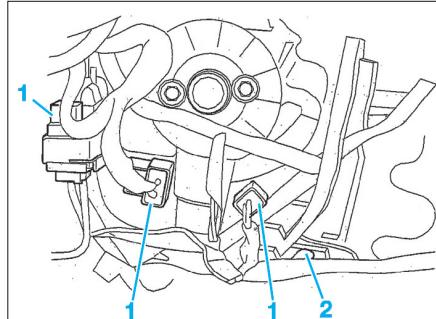

Fig. 9
Après avoir déposé le conduit d'air côté conducteur, déposer les connecteurs (1) et l'agrafe (2) (Fig.9).